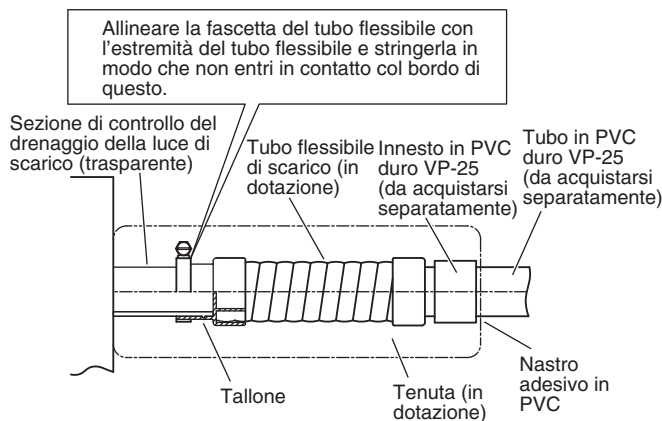

Fig. 3-8
- Preparare un tubo di PVC duro standard (D.E. da 32 mm) per lo scarico ed usare il tubo di scarico in dotazione e la sua fascetta per evitare perdite di acqua. Il tubo di PVC deve essere acquistato separatamente. La luce di scarico trasparente di quest'unità permette di controllare l'efficienza di scarico. (Fig. 3-8)
- Stringere i fermagli del tubo flessibile in modo che i loro dadi di bloccaggio siano rivolti verso l'alto. (Fig. 3-8)